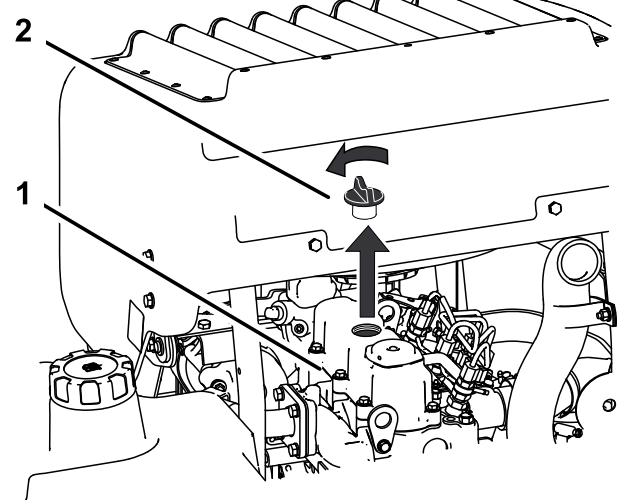

Figura 38
6. Retire el tapón de llenado de aceite de la parte superior del motor (Figura 38). Esto facilitará el vaciado del aceite.
2. Retire el tapón de llenado y la varilla (Figura 38).